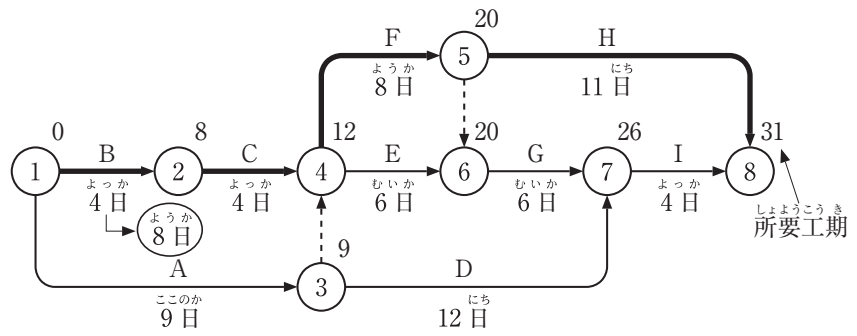

図 2
③	①→③	$0 + 9 = 9$	9	9
④	②→④	$8 + 4 = 12$	$12 > 9$	12
③→④	$9 + 0 = 9$
⑤	④→⑤	$12 + 8 = 20$	20	20
⑥	④→⑥	$12 + 6 = 18$	$18 < 20$	20
⑤→⑥	$20 + 0 = 20$
⑦	③→⑦	$9 + 12 = 21$	$21 < 26$	26
⑥→⑦	$20 + 6 = 26$
⑧	⑤→⑧	$20 + 11 = 31$	$31 > 30$	31
⑦→⑧	$26 + 4 = 30$
ネットワーク工程表に EST を記入すると、図 2 のようになる。太線が最も長いルートとなるので、クリティカルパスは、①→②→④→⑤→⑧に変わる。イベント番号⑧の EST が工期、すなわち所要日数（31 日）となり、当初工期より 3 日遅れる。